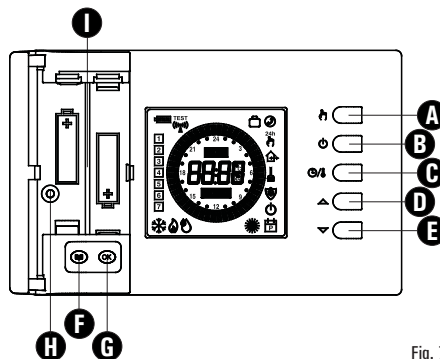

Fig. 7
- Inserir las pilas en el compartimiento pilas (I de Fig. 7); ver párrafo 'INSERCIÓN/SUSTITUCIÓN BATERÍAS'.